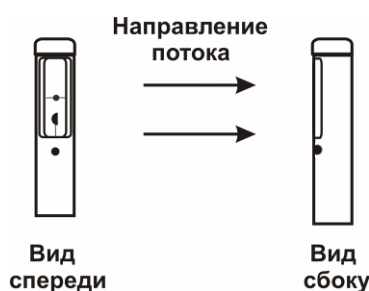

Рисунок 4.1 Установка зонда в потоке
- 4.4 Снять защитный силиконовый колпачок с зонда, раздвинуть телескопическую трубку и установить зонд в место измерения так, чтобы **точка на головке зонда** была направлена **навстречу воздушному потоку**, рисунок 4.1.